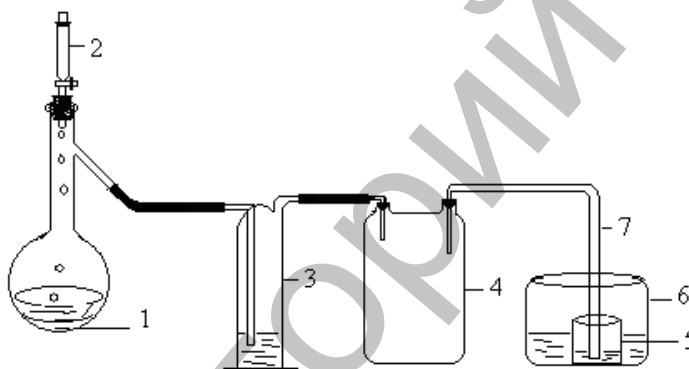

Рисунок 3– Прибор для получения хлора
1. Получение хлора. В колбу Вюрца (Рисунок 3) насыпают небольшое количество перманганата калия и такое количество воды, чтобы слой соли был слегка покрыт водой. Эта мера предосторожности применяется потому, что в первый момент взаимодействие KMnO_4 с HCl может пойти бурно, возможно даже вскипание смеси.
II. Получение хлората калия. В химический стакан емкостью 30 мл наливают 10 мл насыщенного (50%-го раствора) KOH, нагретого предварительно почти до кипения. Этот стаканчик помещают в другой стакан (Рисунок 3) с водой, которая должна слабо кипеть (на электроплитке). Ток хлора пропускают в течение 7-10 минут. Необходимо следить за тем, чтобы *трубка не забивалась* выпадающими кристаллами. Если это произойдет, то подходящей тонкой стеклянной палочкой следует очистить просвет трубки от кристаллов.